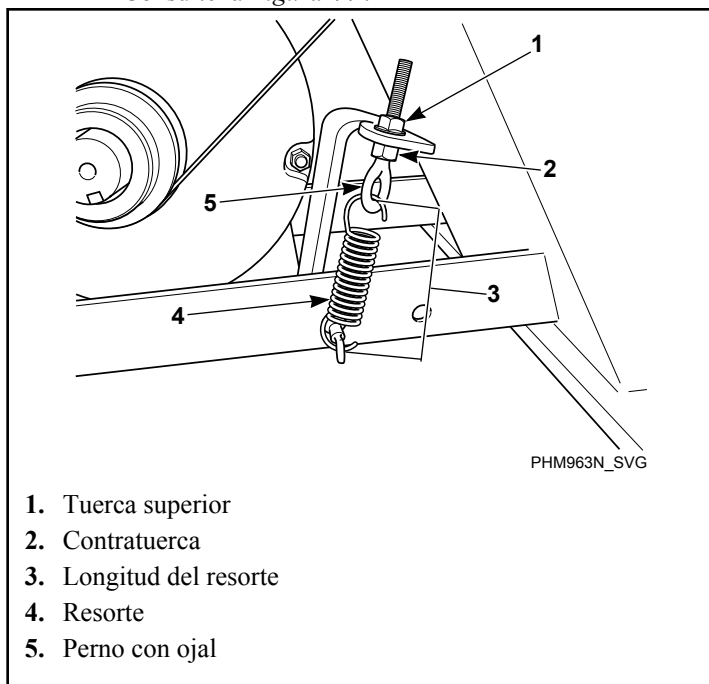

Figura 44
- **Calibrador de frecuencia** Apriete la tuerca superior del cáncamo hasta que se obtenga la frecuencia correcta (consulte *Tabla 37*) a la mitad del recorrido. Apriete la contratuerca al soporte de resorte a 20.6 ± 2 pies/lb. Consulte la *Figura 44*.
- **Medidor de tensión.** Ajuste la tuerca superior del perno de anilla hasta que el medidor de la correa apropiado (consulte la *Tabla 37*) llegue a la mitad del vano. Aplique un par de apriete a la contratuerca para que suelte el soporte a $20,6 \pm 2$ ft-lb. Consulte la *Figura 44*.
- **Longitud del resorte.** Ajuste la tuerca superior del perno de anilla hasta que el resorte mida 103 mm [3 15/16 pulgadas] (modelos de 45-65 libras) o (modelos de 85-160 libras) entre los ganchos. Ajuste la contratuerca al soporte de resorte a $20,6 \pm 2$ ft-lb. Consulte la *Figura 44*.
- **Mantenga la tensión durante la remoción de la correa.** Si se obtiene la tensión adecuada, fije con cinta la contratuerca en su sitio y afloje la tuerca superior del cáncamo para soltar la correa. Reemplace la correa y vuelva a apretar la tuerca superior del cáncamo hasta la posición de la contratuerca. Consulte la *Figura 44*.